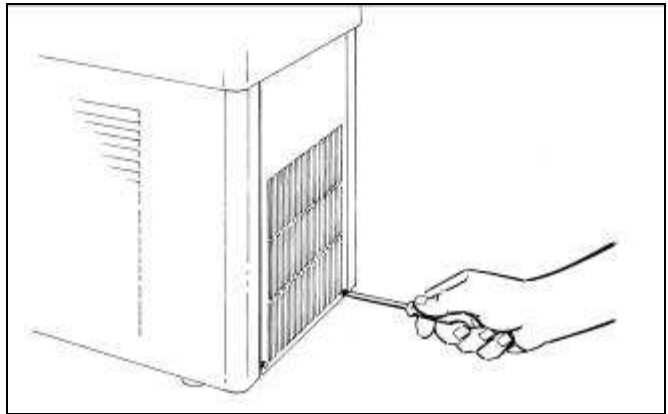

Fig. 26
- Enlever le panneau arrière en desserrant les deux vis qui le bloquent sur sa partie inférieure (fig. 26).